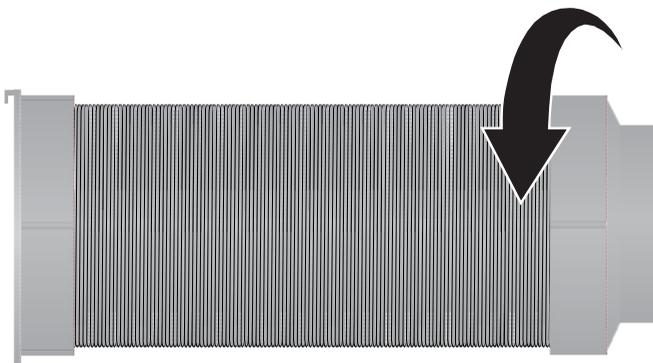

Bild 14: Montage des Adapters.
- Schrauben Sie den Adapter gegen den Uhrzeigersinn auf den Spiralschlauch bis Sie einen deutlichen Widerstand spüren (siehe Bild 14).